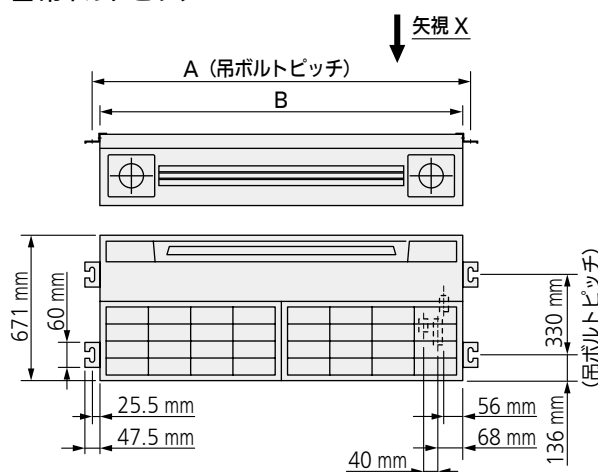

図2
- 4-4. 天井面の吊ボルト位置の寸法は図2に従ってください。